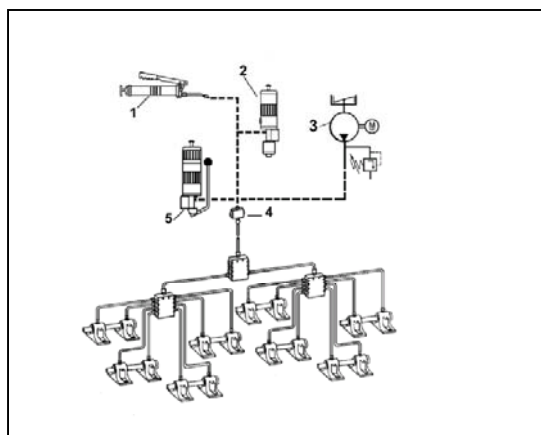

Рис.12 Централизованная система смазки
* Совместно с насосом, имеющим различный привод, можно получить недорогую централизованную систему смазки, смотри Рис.12.